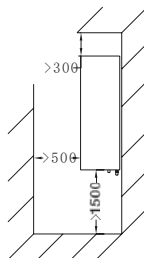

Rysunek 3.1
1. Rozmiar panelu zamontowanego na ścianie, w mm (patrz rysunek 3.1).